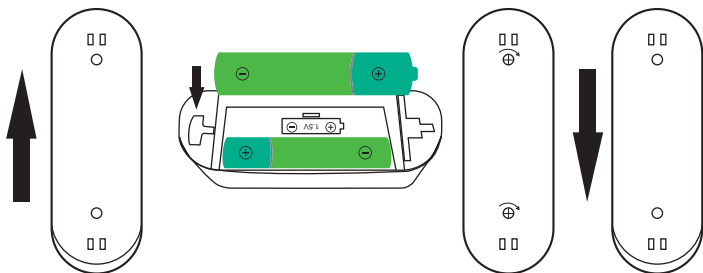

Рис. 1. Монтаж датчика открытия TY-ZB-801-09-72-SUF
- 3.2. Снимите монтажное основание датчика движением вверх, открыв отсек питания, как показано на рис. 1.